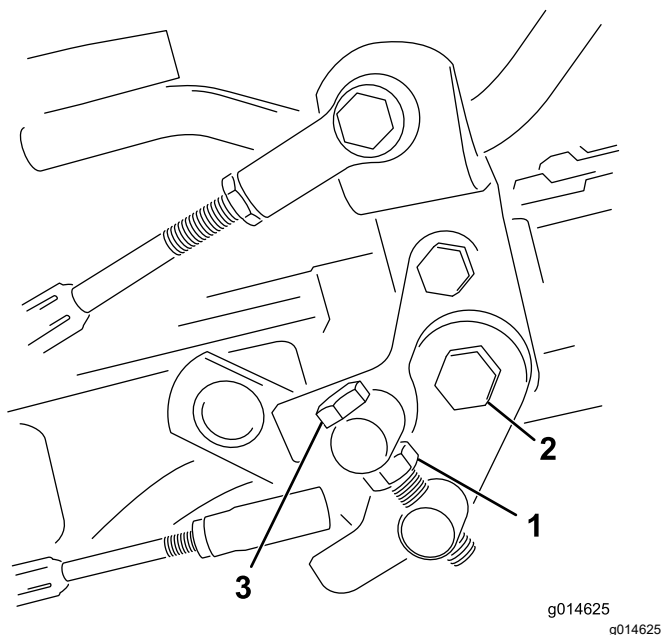

Figura 39
1. Afloje la contratuerca del tornillo de caperuza del muñón (Figura 39).
4. Apriete la contratuerca del perno del muñón y la tuerca de la articulación del pedal para bloquear el ajuste (Figura 39). Compruebe el funcionamiento, y vuelva a ajustar si es necesario.